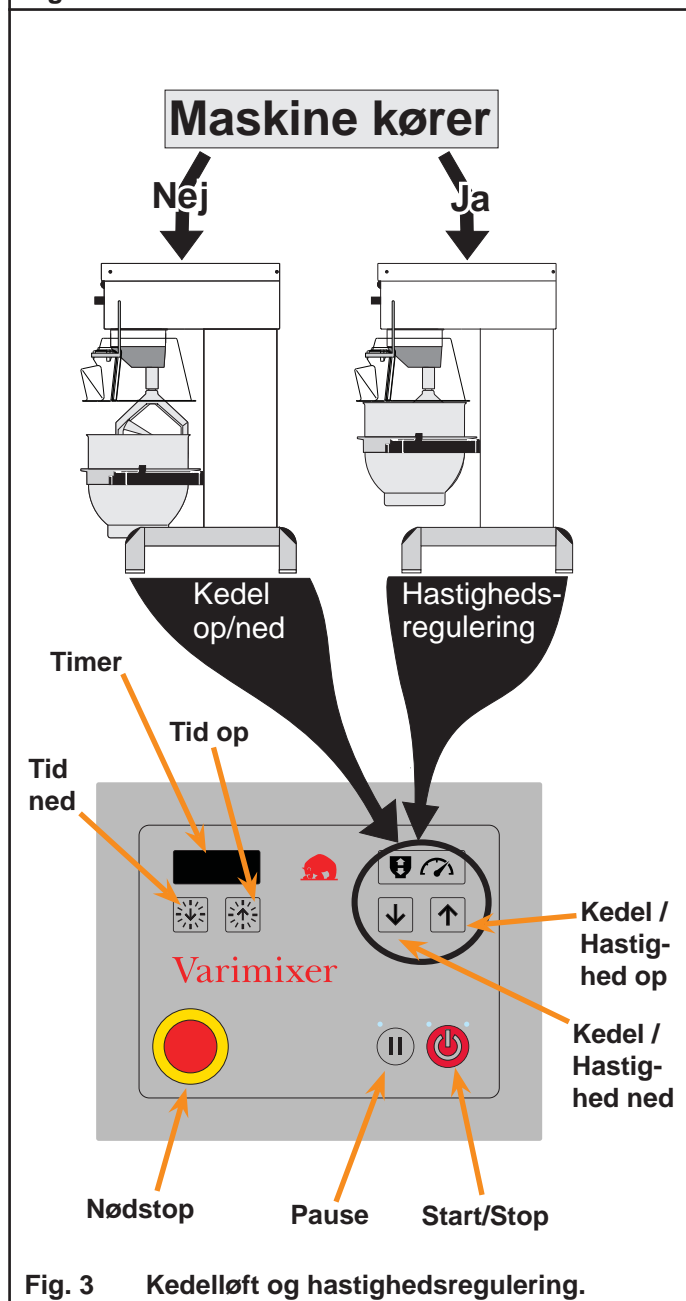

Fig. 3 Kedelløft og hastighedsregulering.
- C** For at løfte kedlen trykkes på **↑** (**fig. 3**) Kedlen stopper automatisk i topposition.
- E** Tryk på **⏻** for at starte maskinen (**fig.3**).
Maskinen har på betjeningspanelet to knapper, **↑** og **↓**, som begge har to funktioner (**fig.3**):
- Frigør nødstop (**fig.3**) ved at dreje det mod uret eller luk sikkerhedsskærmen.